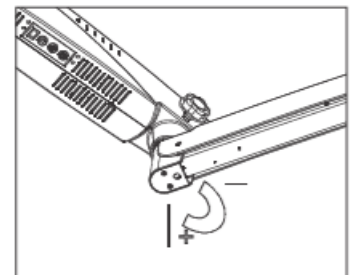

Figura 55
2. Allentare i due bulloni a brugola utilizzando una chiave a brugola da 4 mm come mostrato nella figura 55.